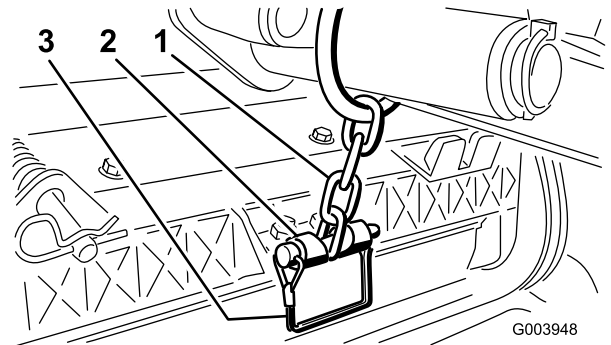

Figura 9
12. Sujete la cadena del brazo de elevación al soporte de la cadena con el pasador de seguridad (Figura 9).